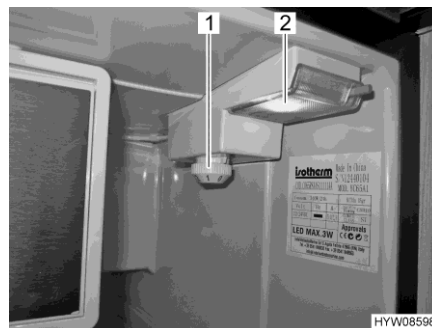

Bild 92 Bedienelement (Kühlschrank)
- Den Temperaturregler (Bild 92,1) im Uhrzeigersinn von Stellung "0" auf Stellung "1" drehen. Das Gerät ist eingeschaltet, die Innenbeleuchtung (Bild 92,2) brennt.
Ausschalten: ■ Den Temperaturregler (Bild 92,1) entgegen dem Uhrzeigersinn auf Stellung "0" drehen. Dabei muss ein leichter Widerstand überwunden werden.
Temperatur einstellen: ■ Temperatur am Temperaturregler (Bild 92,1) einstellen.